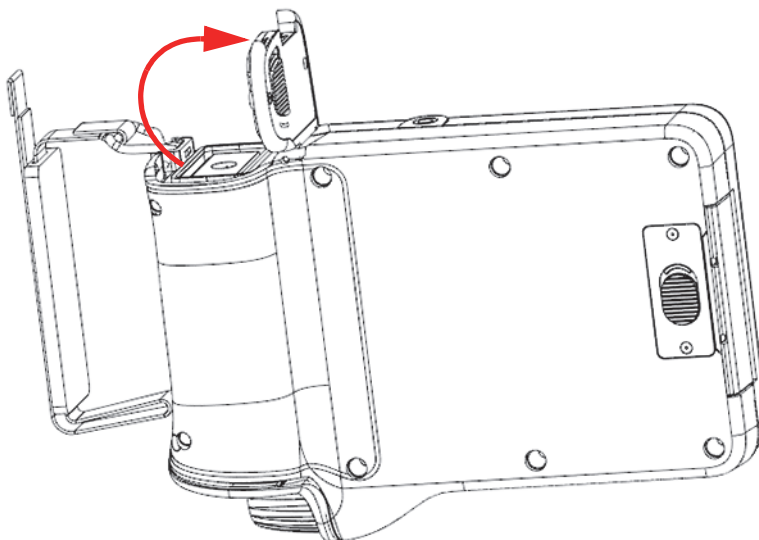

Рис. 4-2 Аккумуляторный отсек – Крышка открыта
3. Поднимите крышку аккумуляторного отсека (см. Рис. 4-2 на стр 46).